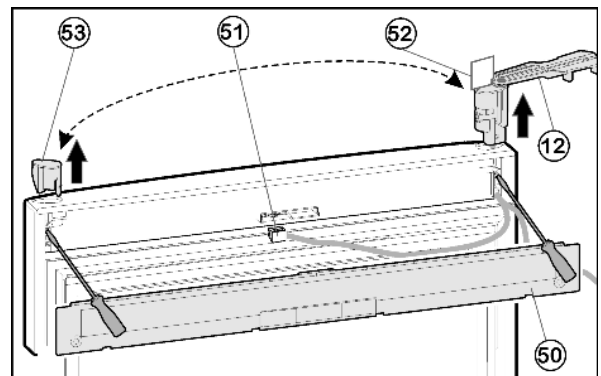

Fig. 9
- ▶ Снимите крышку Fig. 9 (50) на дверце с помощью отвертки.
- ▶ Отсоедините разъем Fig. 9 (51).
- ▶ На верхней дверце поверните опорный кронштейн Fig. 9 (12) наружу параллельно краю дверцы.
► При помощи отвертки вытолкните опорный кронштейн *Fig. 9 (12)* снизу и снимите с двери вместе с кабелем.
► Извлеките пробку *Fig. 9 (53)* снизу при помощи отвертки и вставьте на другой стороне.
► Проденьте кабель опорного кронштейна *Fig. 9 (12)* на противоположной стороне и установите опорный кронштейн.
► Снимите шаблон *Fig. 9 (52)* и закрепите на опорном кронштейне.
► Вставьте разъем *Fig. 9 (51)*.
► Зафиксируйте крышку *Fig. 9 (50)* на дверце.